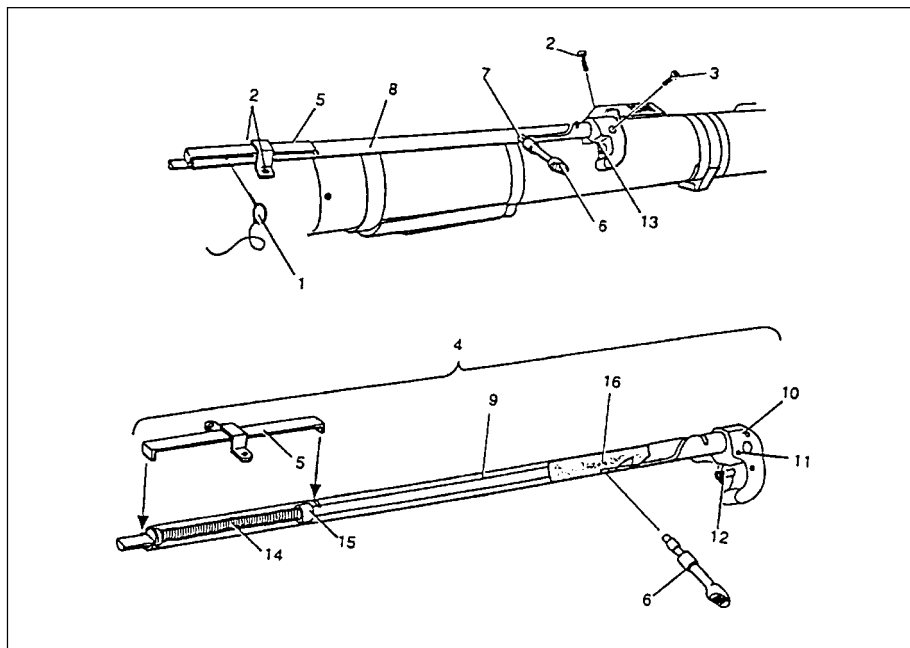

Fig 4-10. Troca do Mecanismo de Disparo
m. Troca de peças do mecanismo de disparo (Fig 4-10)
- (1) Inspeção - Verifique se o mecanismo de disparo está funcionando.
(2) Desmontagem
- (j) Remova o gatilho (13), a luva (12) e a mola para luva.
- (3) Montagem (Fig 4-10)
- (b) Coloque os pinos espirais (10)
- (c) Coloque a luva (12) e a mola em seu alojamento.
- (d) Coloque o gatilho (13) e o pino espiral (11). Introduza um punção de 3,8 mm para colocar o pino. Use um martelo macio no pino, forçando o punção para fora.
- (e) Empurre a mola de compressão (14) e a guia (15) para a retaguarda, na haste de disparo, o mais que puder.